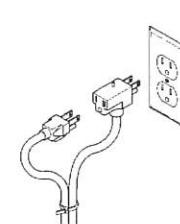

Figure 4
1. The RS-5LL 115V switch is supplied with a three-prong piggyback plug/receptacle on the cord end and must be used with pumps that have three prong plugs. This connection is illustrated in Figure 4. The third prong is to ground the pump to prevent possible electric shock hazard. Do not remove the third prong from the plug. To reduce the risk of electric shock, be certain that it is connected to a properly grounded grounding type receptacle.
1. Le cordon d'alimentation de l'interrupteur RS-5LL 115 V est doté d'un record mixte à trois branches, et doit être utilisé avec des pompes pouvant de prises à trois trous. (voir la Figure 4). Pour éviter les risques d'électrocution, la troisième broche relie la pompe à la terre. Ne pas retirer la troisième broche de la prise. Afin de réduire le risque de décharge électrique, s'assurer que la pompe est branchée à une prise correctement mise à la terre.